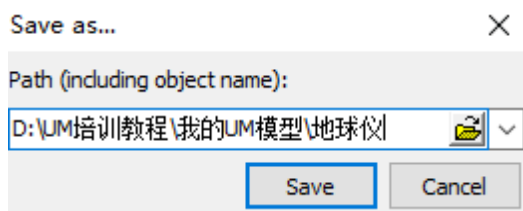

图 2-4
- 4) 选择主菜单 **File** → **Save as...**，将模型另存为，在弹出窗口删除缺省路径，直接输入包含模型名称（万向地球仪）的模型路径“**D:\UM 培训教程\我的 UM 模型\地球仪**”，当然也可通过按钮  选择其他路径，如图 2-4。